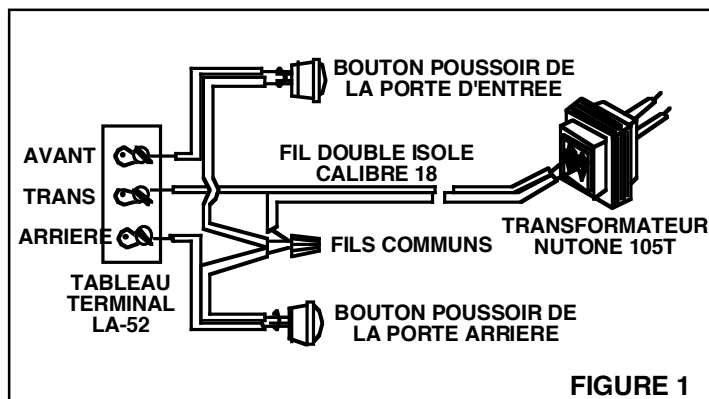

FIGURE 1
Voir Figure 1. Tout fil supplémentaire (par exemple: commutateur ou coté) doit être neutralisé au moyen d'une cosse ou de ruban adhésif électrique et repoussés dans le trou du mur. Ces fils ne sont pas nécessaires pour le LA-52.
- Voir Figure 1.** Brancher les fils du transformateurs et du bouton sur les bornes du boîtier du LA-52.